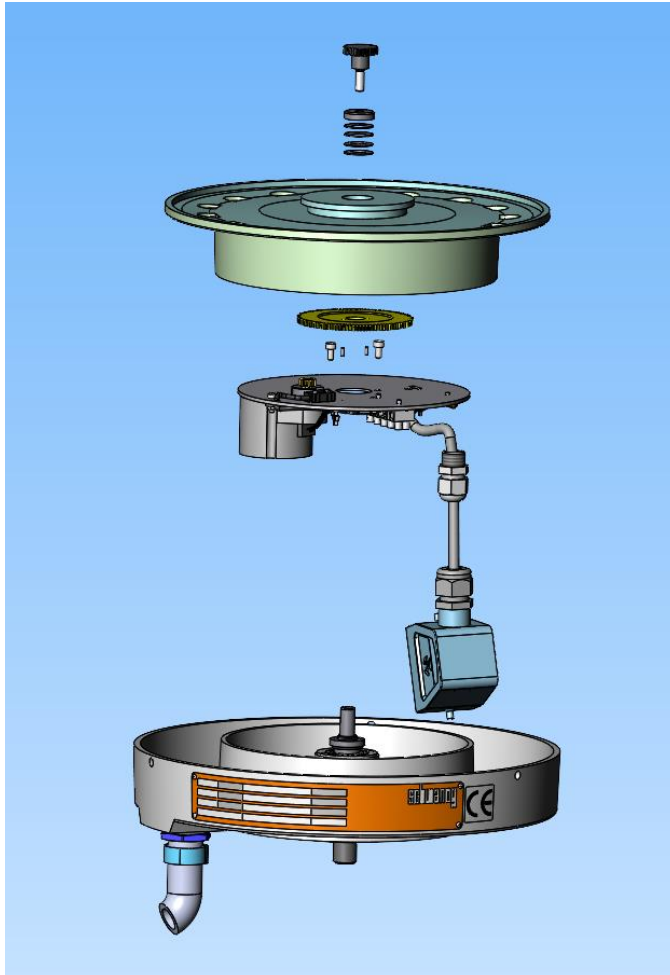

Bild 1
2. Rändelschraube in der Mitte des Tellers öffnen und Spannscheibe sowie Tellerfedern entnehmen (Bild 1)
3. Teller entfernen (Bild 1)
4. Zahnrad nach oben abziehen (Bild 1)
6. 2 Schrauben in der Mitte der Trägerplatte entfernen und Trägerplatte entnehmen (Bild 1)